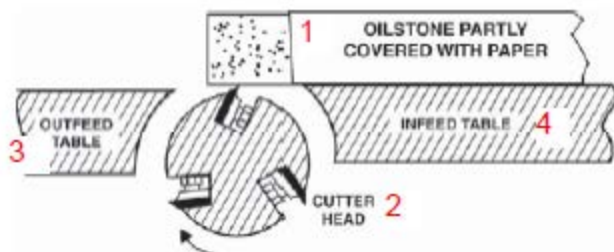

Рис. 29: 1 – наждак, частично завернутый в бумагу, 2 – режущий вал, 3 – отводящий стол, 4 - подающий стол
3. Для защиты подающего стола от царапин частично укрыть наждачный камень бумагой (рис. 29).